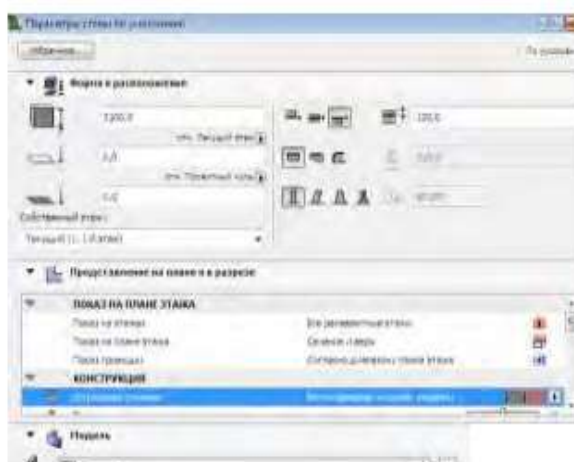

Рисунок 7.12
2. Дважды щелкните инструмент **Стена** и в диалоговом окне параметров измените параметры стены, заданные по умолчанию на требуемые (рисунок 7.12). В приведенном примере это: состав стены: **Бетон армирован. + Изоляц. + Кирпич**, высота стены — 3100 мм, внешняя грань стены смещена от ее оси наружу на 120 мм, а общая ее толщина — 530 мм. Для сохранения в **Избранном** всех вновь установленных параметров нажмите кнопку **Сохранить текущие параметры как новое избранное** и введите его название **Наружная стена (3 слоя)** (рисунок 7.13).